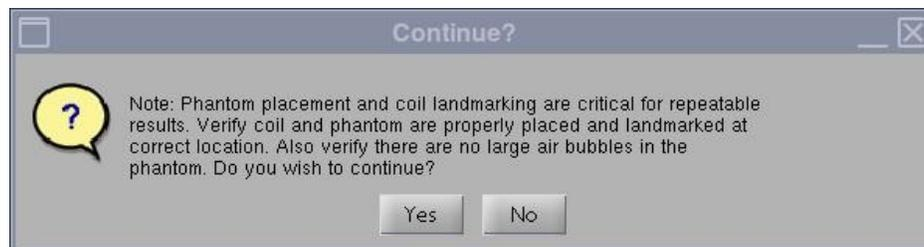

Abbildung 4
3. Beim Starten wird der Hinweis „Phantom placement and coil landmarking are critical for repeatable results“ (Phantomplatzierung und Spulenmarkierung sind für reproduzierbare Ergebnisse wichtig) angezeigt. Wenn die Markierung richtig gesetzt wurde und sich keine Luftblasen im Phantom befinden, klicken Sie auf **[Yes]** (Ja), um fortzufahren. (Abbildung 4).